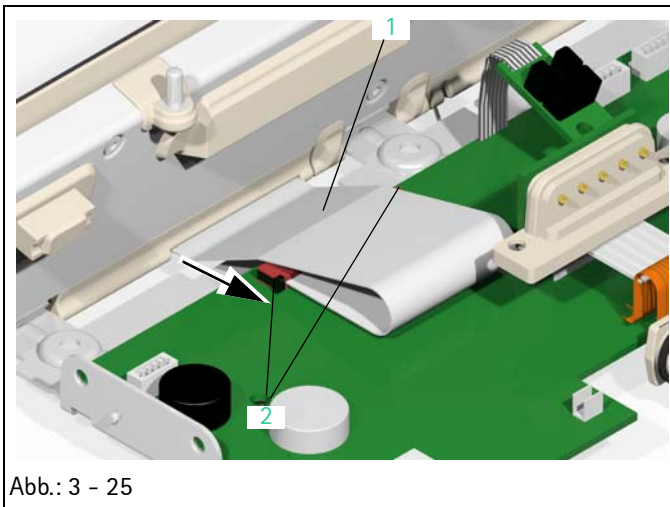

Abb.: 3 - 25
1. Verriegelung (Abb.: 3 - 25 / Pos. 2) des Steckverbinders auf der Basisleiterplatte rechts und links vorsichtig nach hinten schieben.
2. Verbindungskabel (Abb.: 3 - 25 / Pos. 1) der Bedieneinheit am Steckverbinder der Basisleiterplatte abziehen.
Legende zu Abb. 3 - 25: